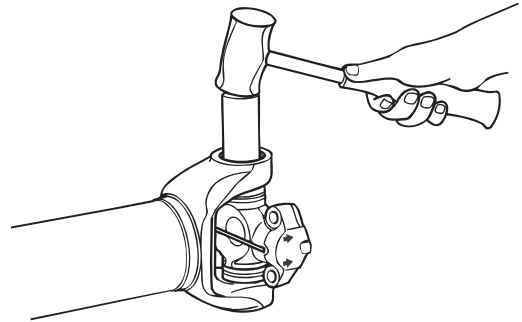

Figura 4.5
- Si es necesario, use un punzón de latón y golpee suavemente el centro del buje para ayudar en la remoción de aro elástico. Figura 4.5.